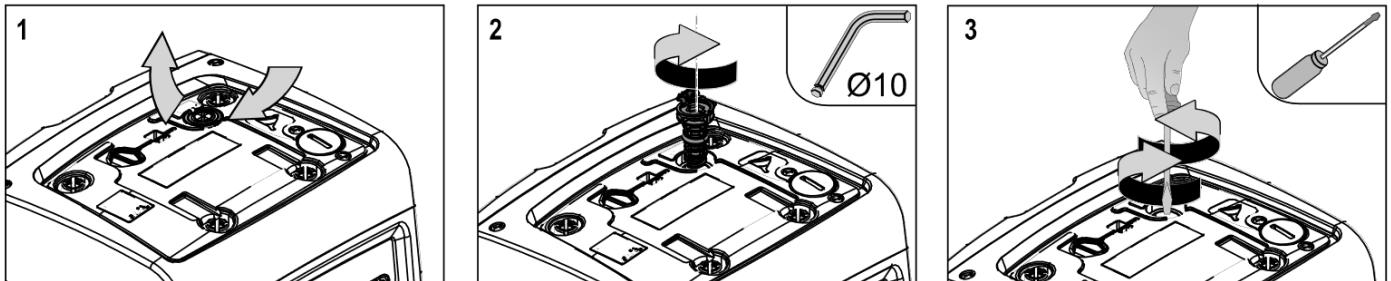

Fig. 23
2. lyft på gummihåttan till pluggen för att komma åt motoraxeln (*Fig. 23*);
3. använd en 10 mm sexkanthävare och ta bort pluggen för att komma åt motoraxeln (*Fig. 23*);
4. för in en spärskravmejsel i spåret på motoraxeln och vrid i båda rotationsriktningarna (*Fig. 23*);